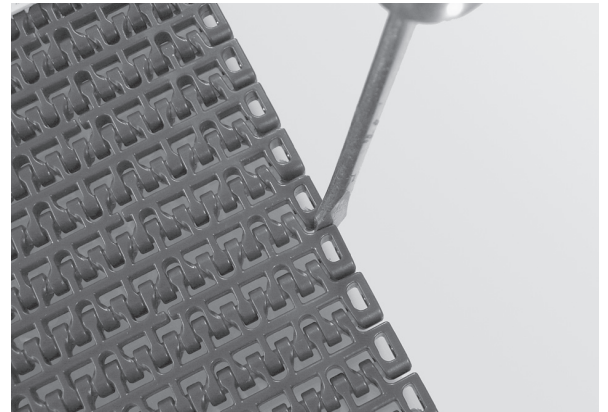

Figura 33
1. Coloque el extremo de un destornillador de punta plana entre los dos enlaces de la cinta y gire en el sentido de las agujas del reloj (Figura 33).